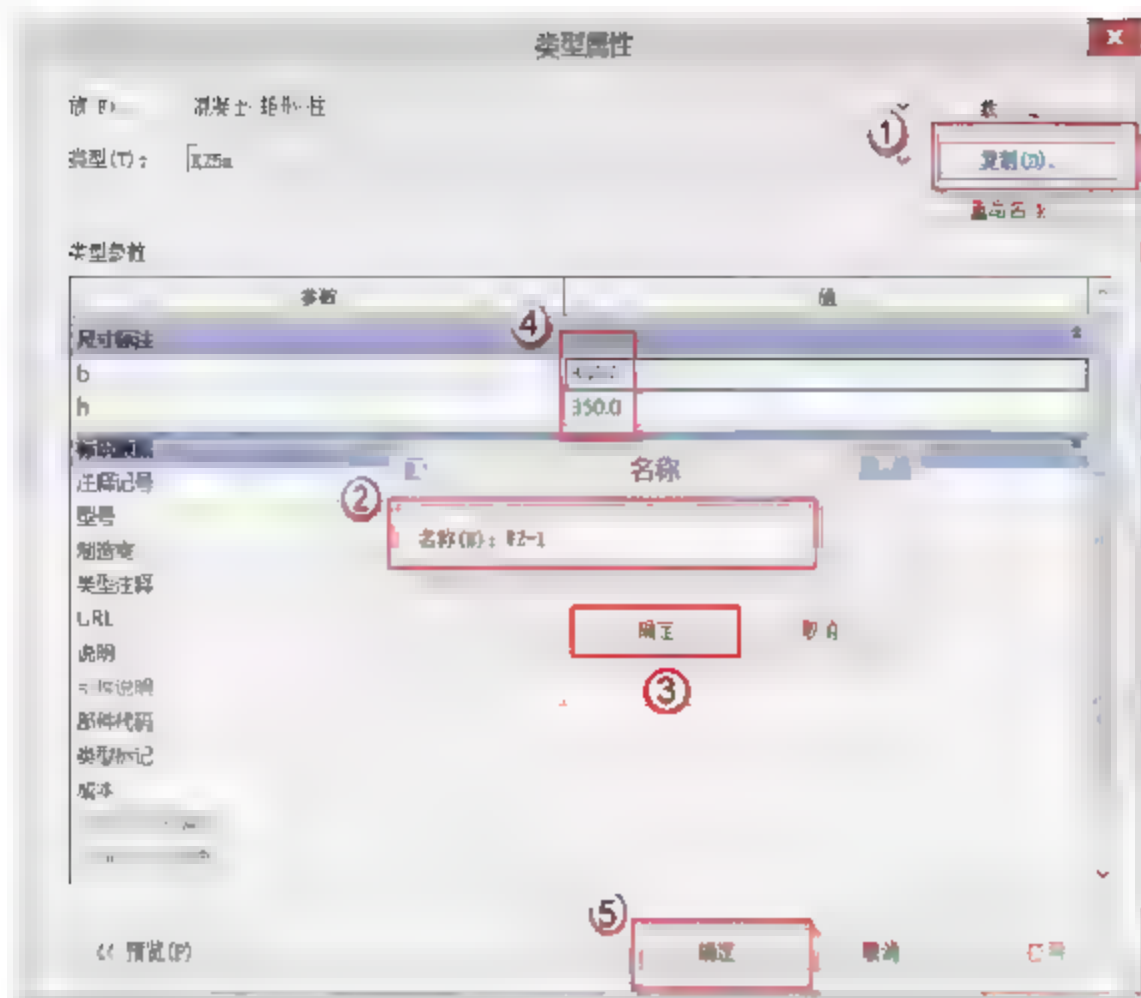

图 5.2.25 新建屋面柱 WZ-1
(4) 新建屋面柱 WZ-1。由 DWG 图可得，WZ-1 的长宽为 350×350。选择“结构”→“柱”→“编辑类型”命令（或按快捷键 C+L，单击“属性”面板中的“编辑类型”按钮），在弹出的“类型属性”对话框中，单击“复制”按钮，在弹出的对话框中输入“WZ-1”，单击“确定”按钮。在“尺寸标注”栏中输入 WZ-1 的长宽（b、h），单击“确定”按钮，如图 5.2.25 所示。